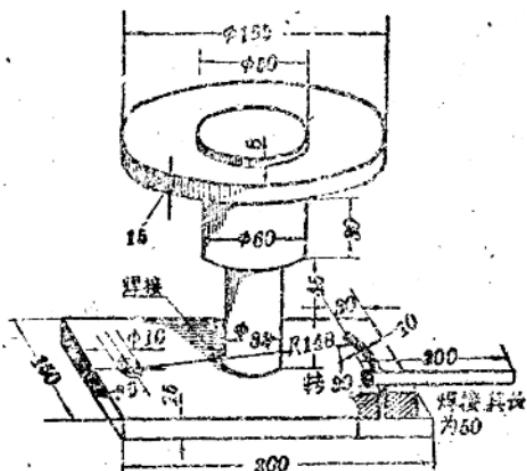

图 1-12 托料盘和托料底座
**托料盘和托料底座** 托料盘用钢在车床上加工制成。底座是用生铁铸造的，托料盘与托料底座是用电焊连接，尺寸和形状见图1-12。